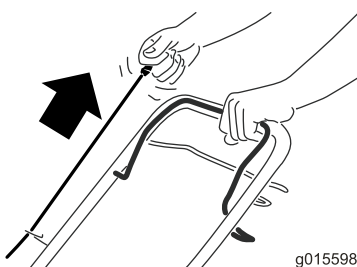

Рисунок 17
2. Потяните рукоятку ручного стартера (Рисунок 17).